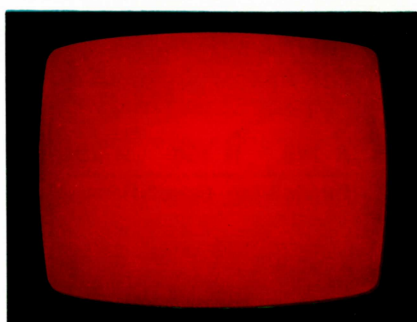
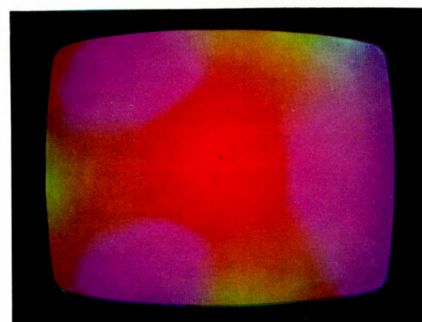

Fig. 4
Fig. 5
3. Rot-Katodenstecker abziehen (Fig. 8). Bildschirm sollte dann gleichmäßig rot sein (Fig. 4). Ist Bildschirm ungleichmäßig rot oder farbfleckig (Fig. 5), so ist die Farbreinheit einzustellen.
2. Flügelmuttern am Ablenk-system, Fig. 2 (bzw. Flügelschrauben Fig. 2a), lösen und Ablenk-system weit auf dem Hals verschieben, bis ein roter Fleck erscheint (Fig. 5).